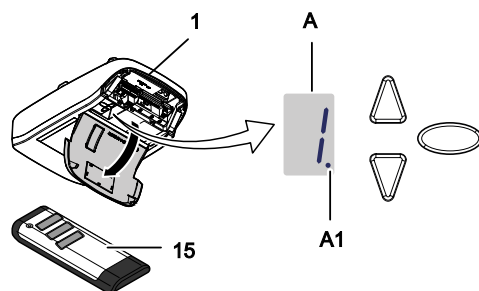

Fig. 4: Comandi
Montare il supporto di montaggio (11) sul portone da garage (fig. 4).